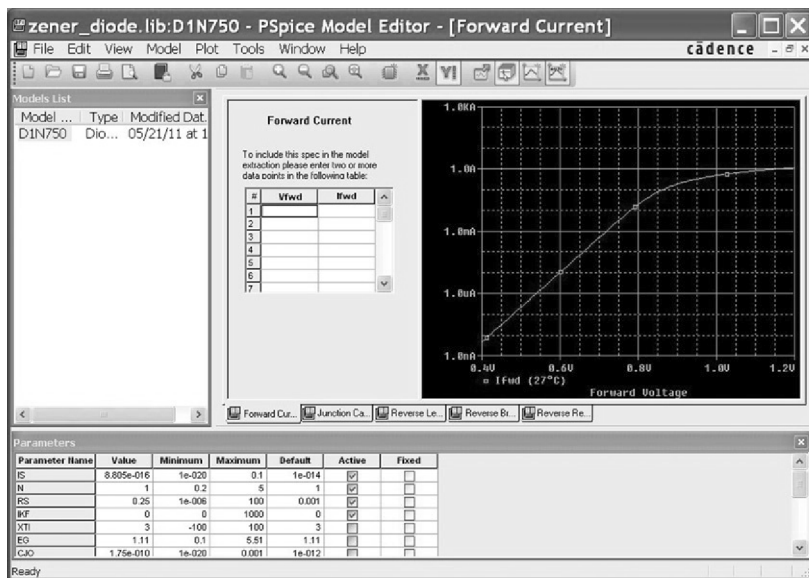

图 16.17 建立 zener.lib 文件
3. 选定二极管然后选择 **rmb > Edit PSpice Model** 打开模型编辑器。如图 16.17 所示，新建元器件库名称为 zener_diode.lib，显示在模型编辑器的顶部。
4. 从顶部工具栏选择 **View > Extract Model** 进行模型参数提取。在第一个 PSpice 模型编辑器窗口中单击 Yes 按钮，然后在接下来的参数窗口中单击 OK 按钮。如图 16.17 所示，模型编辑器中将显示二极管的正向电流特性曲线。